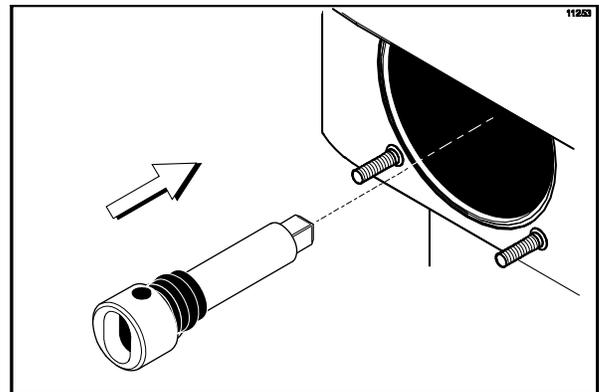

図112
2. ドライブシャフトをシリンダー奥のリアシエルベアリングに差し込み、四角の先端部をドライブカップリングにしっかりとめ込みます。ドライブシャフトが、ドライブカップリングへびたりとはまり、引っ掛かりのないことを確認してください。(図112を参照)。